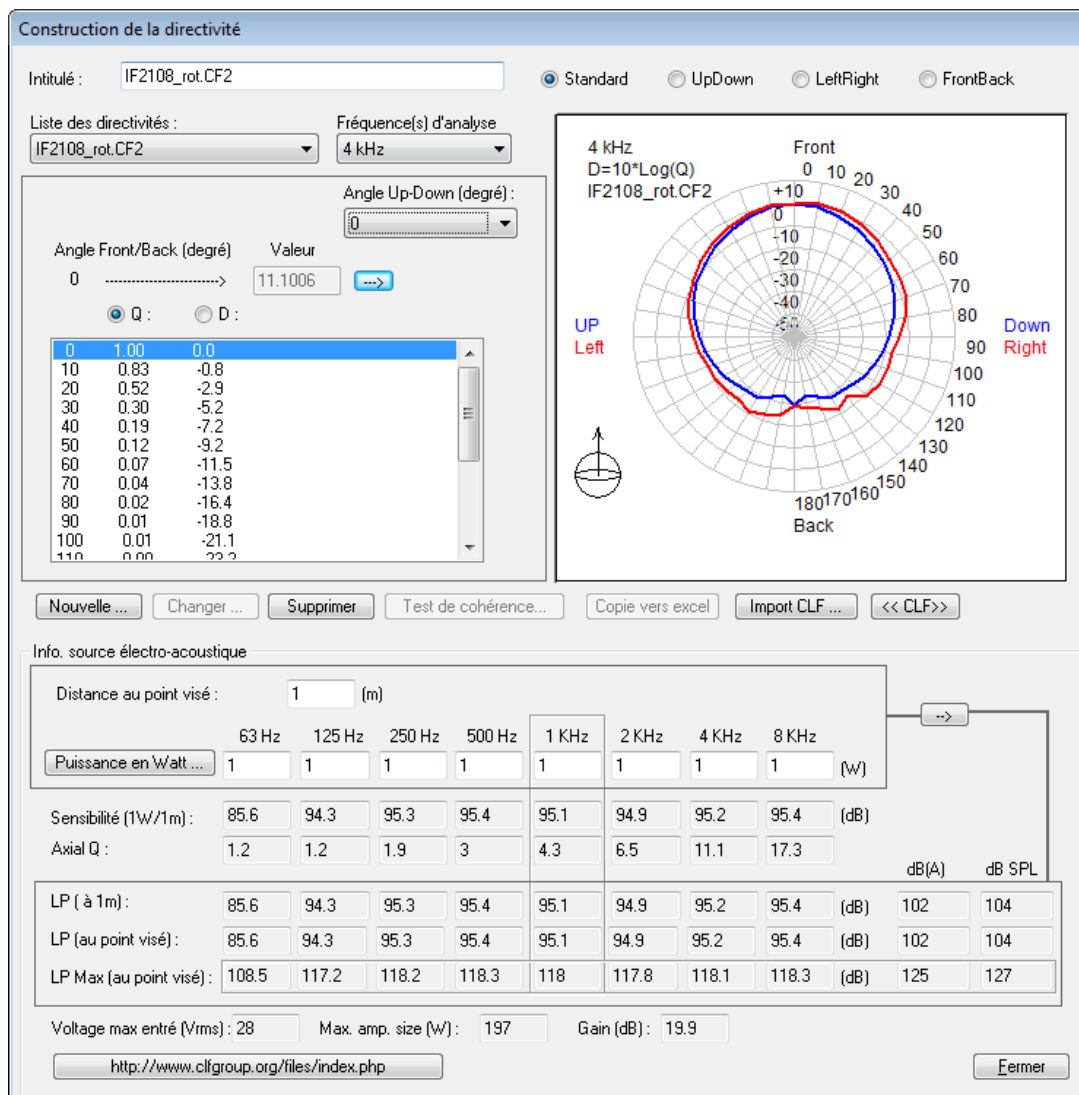

figure 26
- Le bouton « << **CLF** >> », permet d'afficher les informations électro-acoustiques de la source et de calibrer la puissance électrique par bandes de fréquences en fonction du niveau sonore produit en champ direct, à 1 m ou au point de visée (figure 26) :